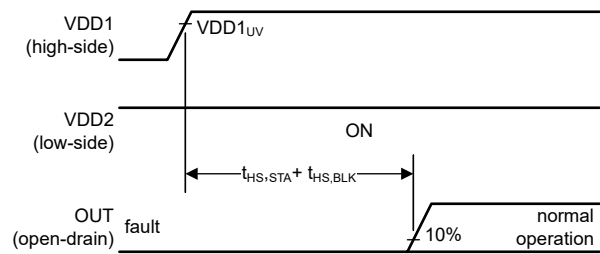

图 7-6. VDD2 保持开启；VDD1 开启
在图 7-6 中, 高侧电源 (VDD1) 在低侧电源 (VDD2) 开启很长时间后开启。输出最初处于低电平有效状态; 请参阅实例 (1)。在高侧电源启用后, 需要保持一段时间 ( $t_{HS,STA} + t_{HS,BLK}$ ), 器件才会正常运行, 并且输出会反映比较器的当前状态。